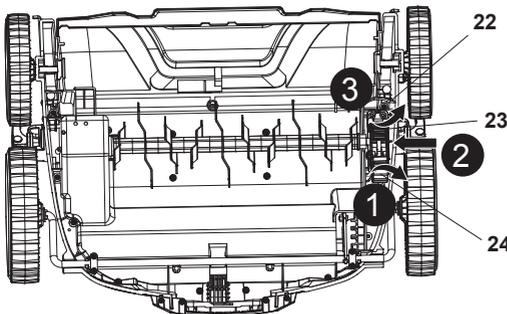

Fig. 7
2. Decuplează pârghia de blocare (24) trăgând-o în sus, apoi apasă pe butonul de blocare (23) și rotește suportul dispozitivului de tăiere (22) pentru a-l elibera (Fig. 7, pașii 1, 2, 3).